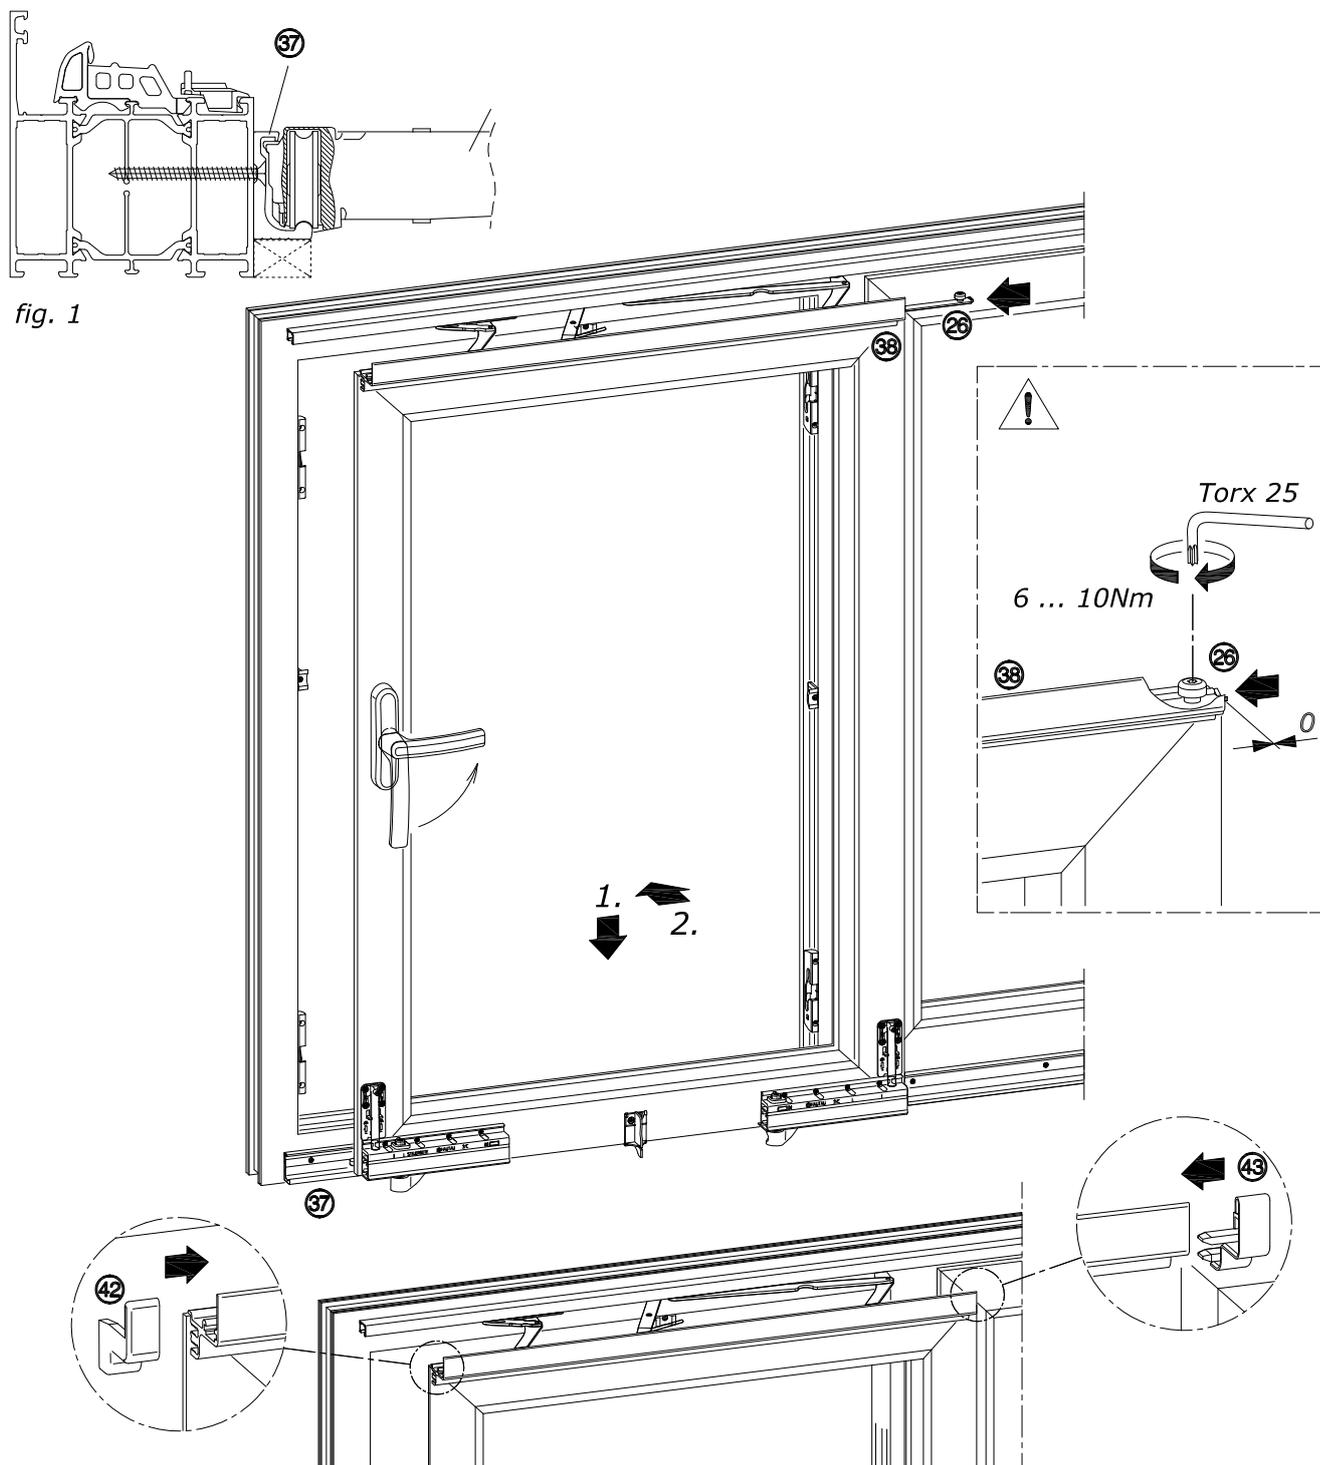

fig. 1
**A** Poner la manilla en la posición de corredera. Levantar la hoja ligeramente en posición oblicua y colocarla junto con los carros de rodadura en el borde delantero del carril de rodadura 37 (Fig. 1). Comprobar posición de las ruedas deslizando la hoja y ajustando en caso necesario.